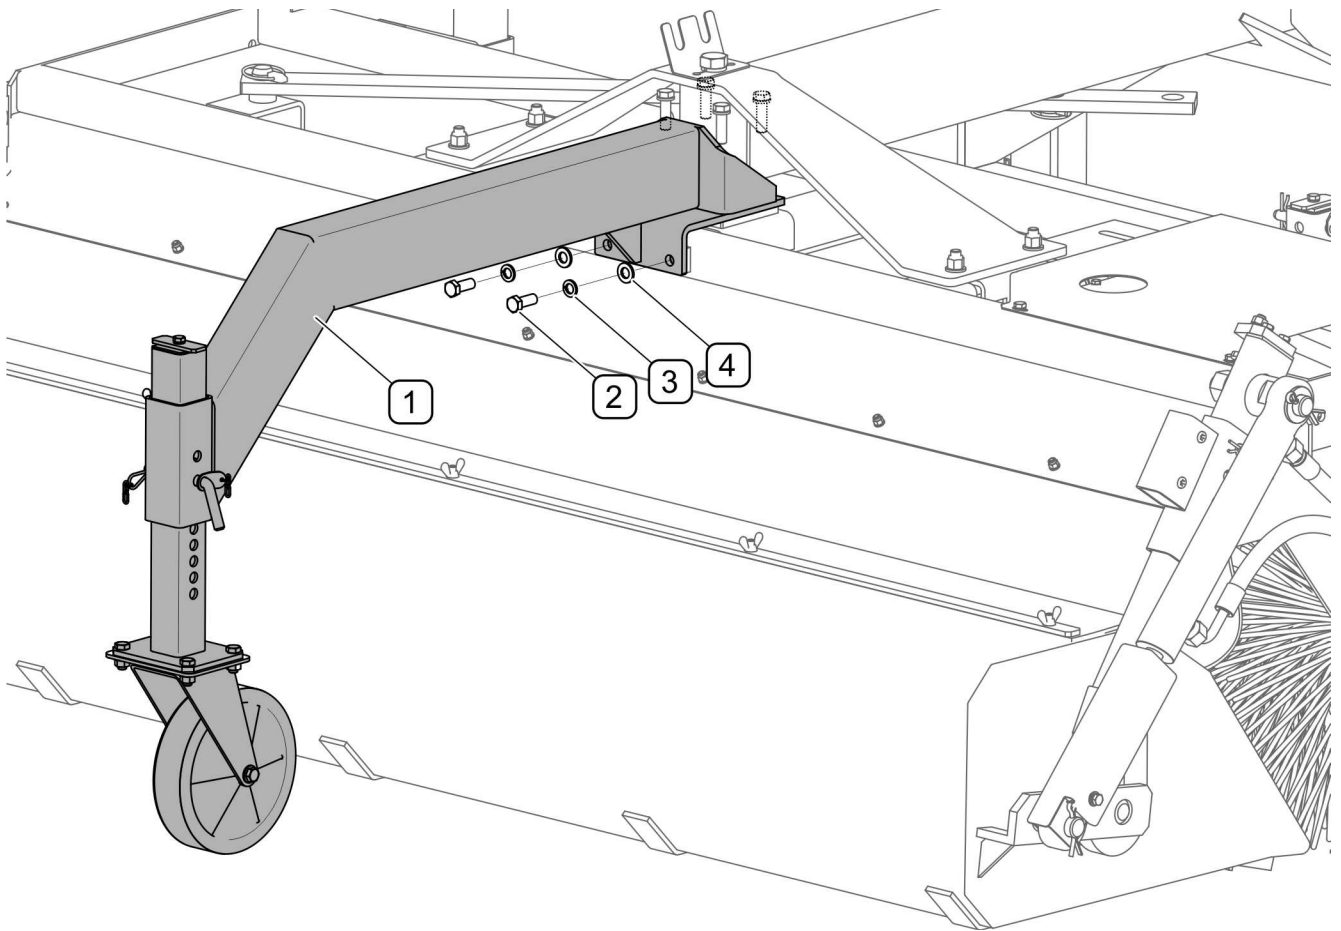

РИСУНОК 4.10 Додаткове опорне колесо (опція)
(1) - стріла; (2) - гвинт; (3) - пружинна шайба; (4) - шайба
Для покращення можливості копіювання рельєфу під час роботи з підмітальною машиною, підвішеною в передній частині тягача, на раму підмітальної машини слід встановити додаткове опорне колесо (кат. № 80RPN-20.00.00.00). Стріла (1) з колесом (РИСУНОК 4.10) прикручується до рами зверху болтами, що кріплять головну опору, а спереду болтами (2) з шайбами (3) і (4).